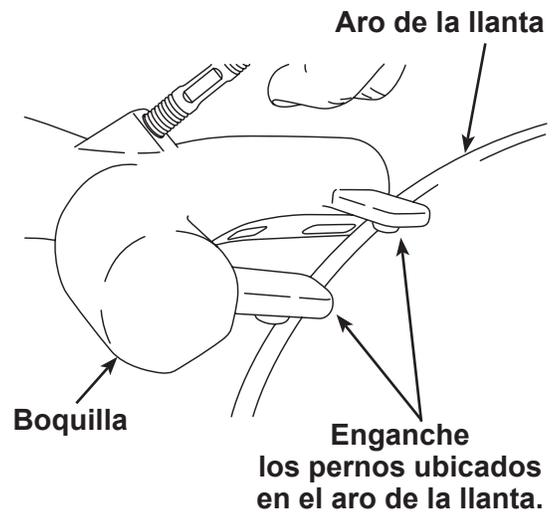

Figura 1
6. Ubique la boquilla sobre la rueda, opuesta a la válvula de la llanta, tomando el aro de la rueda con los dos pernos ubicados en la parte inferior de la boquilla. Véase la Figura 1.